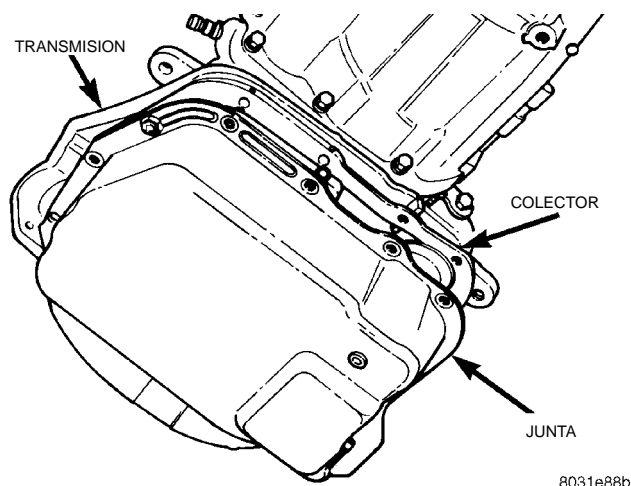
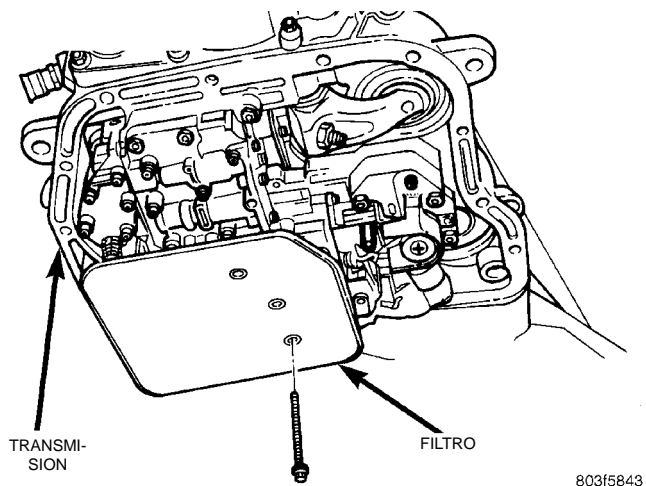

Fig. 13 Colector de la transmisión—Característico
Fig. 14 Filtro de la transmisión—Característico
(1) Eleve y apoye el vehículo sobre caballetes de seguridad.
(2) Coloque un recipiente de drenaje plano, de diámetro grande, debajo del colector de la transmisión.
(3) Retire los pernos de fijación del frente y los laterales del colector en la transmisión (Fig. 13).
(4) Afloje los pernos de fijación de la parte trasera del colector en la transmisión.
(5) Separe lentamente la parte delantera del colector de la transmisión para permitir que el líquido drene hacia el recipiente.
(6) Sostenga el colector y retire el perno restante que lo fija a la transmisión.
(7) Mientras sostiene el colector nivelado, baje el colector separándolo de la transmisión.
(8) Derrame el líquido remanente del colector en el recipiente de drenaje.
(9) Retire los tornillos que sujetan el filtro al cuerpo de válvulas (Fig. 14).
(10) Separe el filtro del cuerpo de válvulas y derrame el líquido del filtro en el recipiente de drenaje.
(11) Deseche correctamente el líquido y filtro de la transmisión usados.
(1) Coloque el filtro de recambio en su posición en el cuerpo de válvulas.
(2) Instale los tornillos de fijación del filtro en el cuerpo de válvulas (Fig. 14). Apriete los tornillos con una torsión de 4 N·m (35 lbs. pulg.).
(3) Coloque la junta nueva en su posición en el colector e instale el colector en la transmisión.
(4) Emplace el colector en su posición en la transmisión.
(5) Instale los tornillos de fijación del colector en la transmisión (Fig. 13). Apriete los pernos con una torsión de 17 N·m (150 lbs. pulg.).
(6) Baje el vehículo y llene la transmisión con líquido Mopar® ATF Plus, tipo 7176.